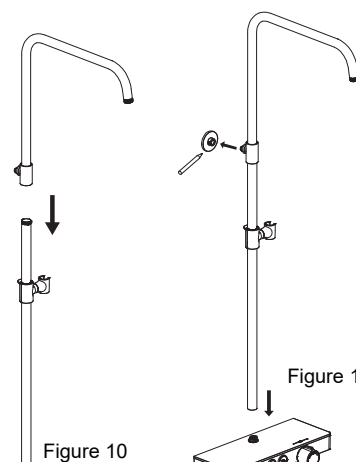
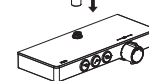

Figure 10
Figure 11
- Connecter le tuyau du bras supérieur au rail de la rampe (Figure 10). Raccorder le rail de levage à la barre de douche thermostatique et marquer la position du raccord de tuyau sur le mur (Figure 11).